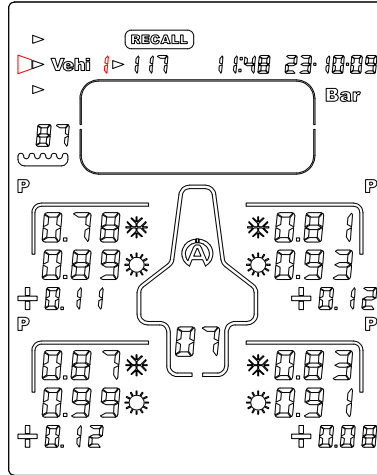

Figure 9
- 2) Avec le bouton  ou , sélectionnez l'icône « **Vehi** » (*figure 9*)
- 3) Avec le bouton  ou , sélectionnez le véhicule désiré (*figure 9*)